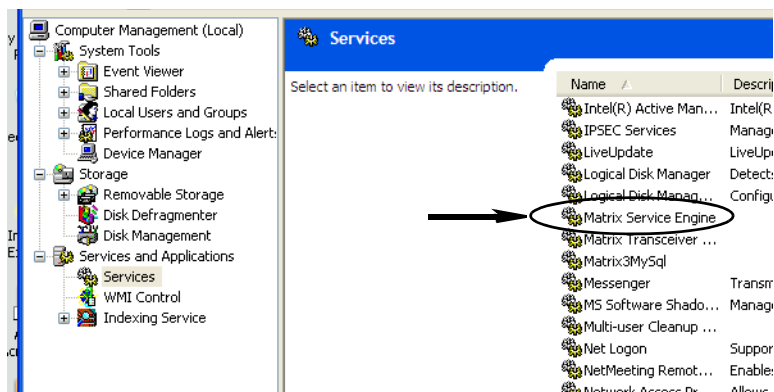

Рис. 37
4. Щелкните дважды по значку «Matrix System Engine» в списке служб (Рис. 37).